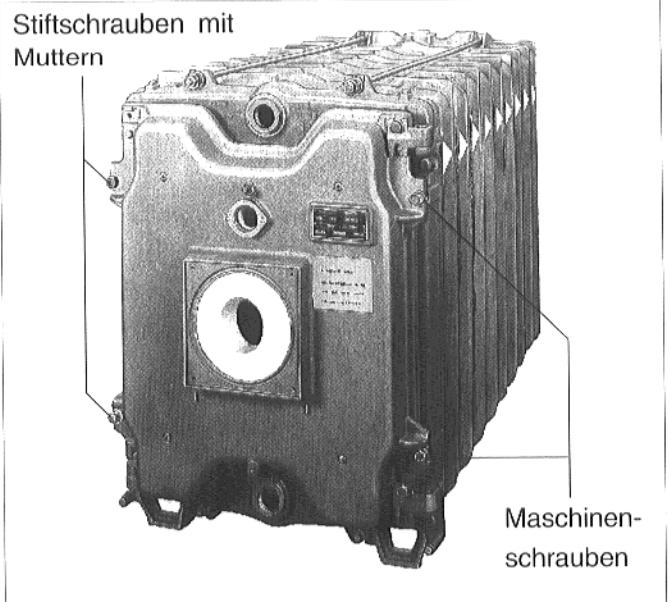
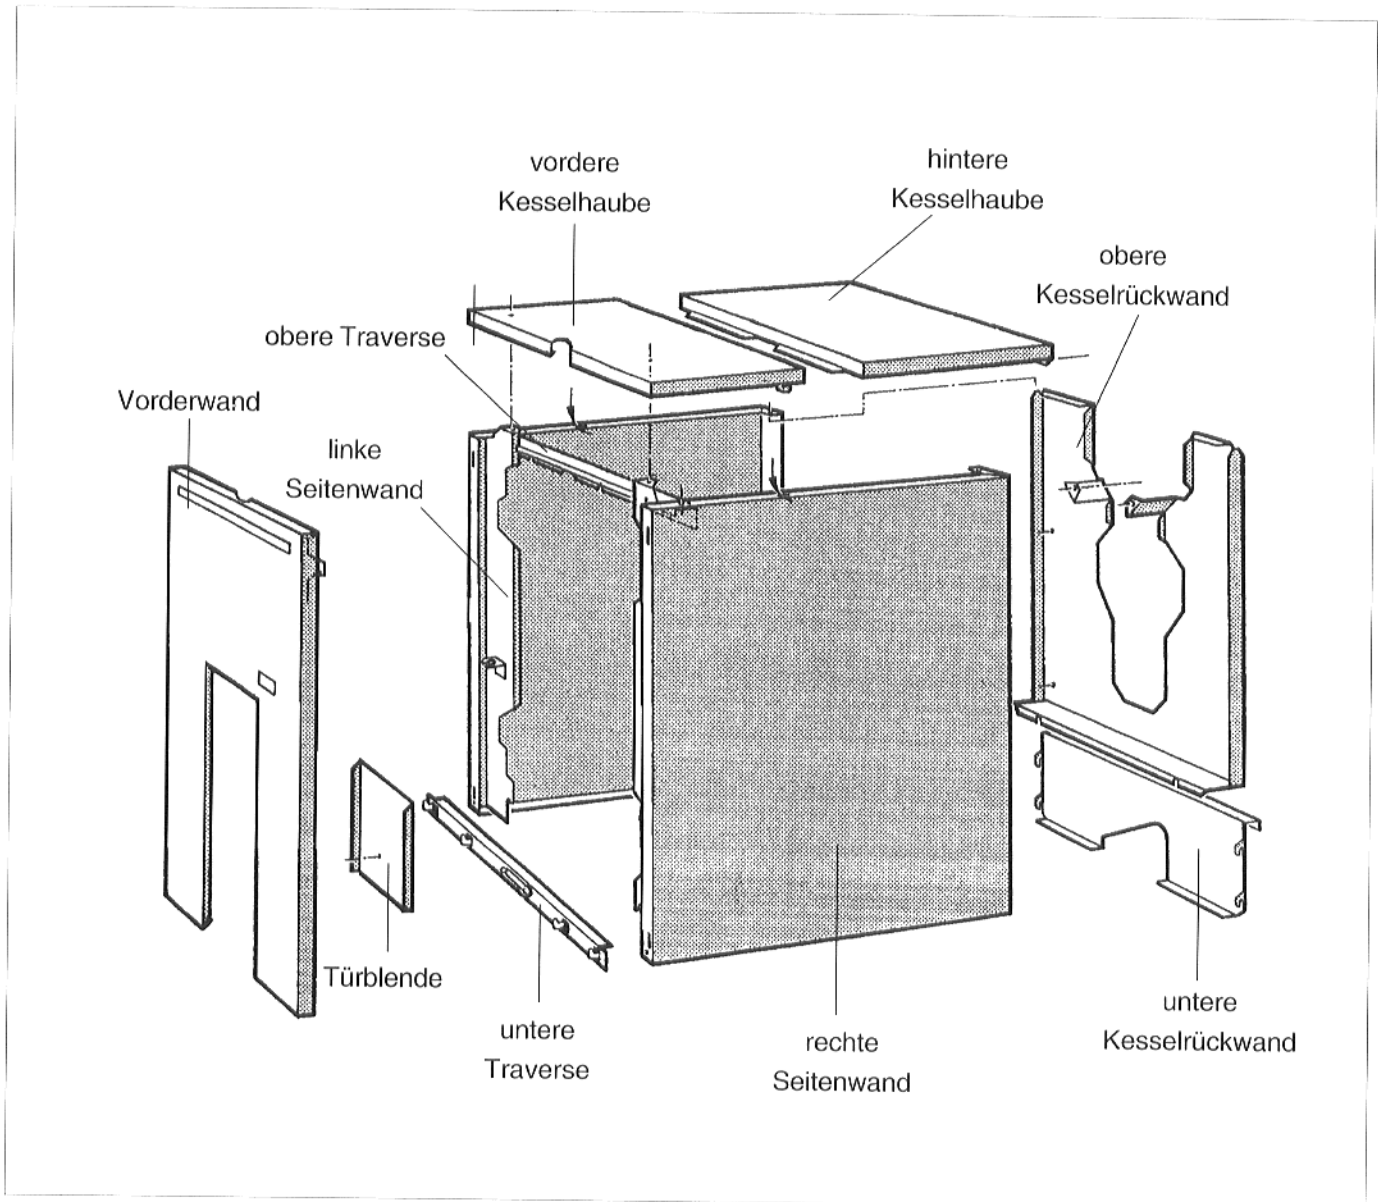

Abb. 23
Abb.26
Beim Öffnen der Brennentür nur die in Abb. 23 angegebenen Maschinenschrauben bzw. Muttern lösen.
- **Brennertür** zur leichteren Montage der oberen Traverse öffnen (Abb.26). Öffnen der Brennertür siehe Seite 13 und Abb. 23.
- **Brennertür** links und rechts mit zwei Stiftschrauben mit Mutter und zwei Sechskantschrauben der Schlüsselweite 19 verschließen. Schrauben gleichmäßig anziehen (Abb.23). Die Stiftschrauben sind gegenüber den Scharnieren einzusetzen.
- **Vordere Kesselhaube** mit den abgekanteten Haken in die Schlitzle der Seitenwände einhängen. Haube vorne nach unten drücken und mit zwei Blechschrauben an der oberen Traverse festschrauben (Abb. 26 u. 29).
- **Hintere Kesselhaube** mit der Lasche unter die vordere Kesselhaube schieben und von hinten mit den Seitenwänden verschrauben (Abb. 26 u. 29).
- **Türblende (Abb. 26, 29 u. 30)** in der Mitte, mit den Abkantungen nach außen, an der Brennertür anschrauben.
- **Kessel-Vorderwand** unten in die Traverse und oben links und rechts in die Seitenwände einhängen (Abb. 26 u. 30).
- **Untere Kesselrückwand** links und rechts in die Kesselseitenwände einhängen (Abb. 26).
- Zum Öffnen der Brennertür die in Abb.23 angegebenen Maschinenschrauben bzw. Muttern der Stiftschrauben lösen.